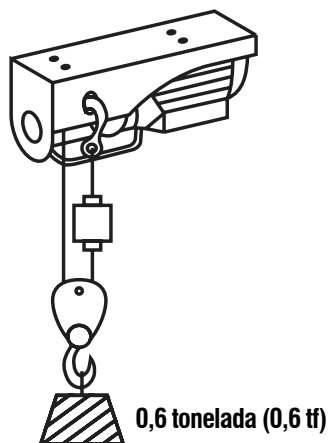

Fig. 14 – Winche con la configuración cable doble
- b. Para el trabajo con su capacidad máxima, debe ser utilizado el gancho con polea de inversión (Fig. 14), siendo el gancho principal fijado en la estructura del winche;